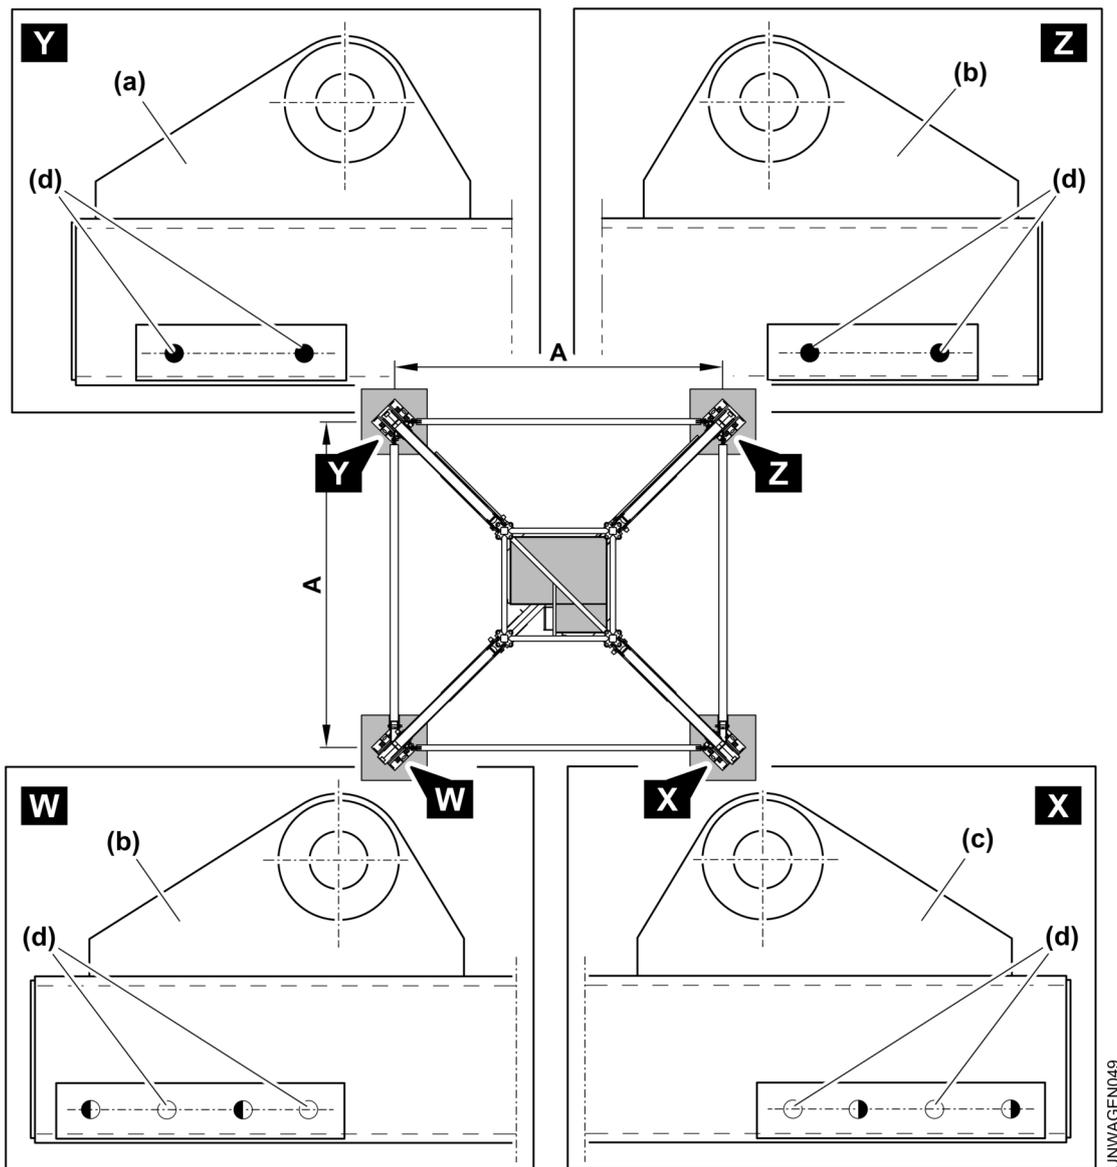

Fig. 182: Bohrungen an den Tragholmen des Unterwagens
- Bohrungen am Unterwagen zum Verspannen der Ankerschuhe für den Einsatz des Unterwagens wählen (siehe: Fig. 182, Seite 222).